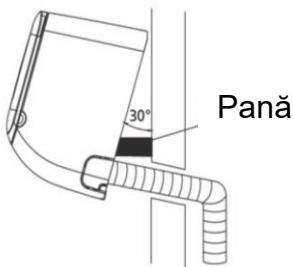

Fig. 3.11
2. Utilizați un suport sau o pană pentru a susține unitatea, oferindu-vă suficient spațiu pentru a conecta tubulatura frigorifică, cablul de semnal și furtunul de scurgere. Consultați **Fig. 3.11** pentru un exemplu.